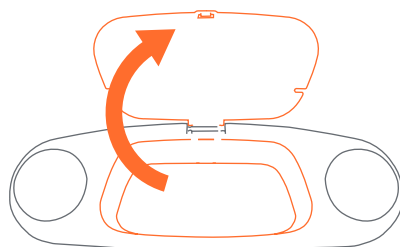

Fig. 10
- 10) • Le plateau parent est livré avec un compartiment de rangement avec un couvercle facile à ouvrir (Fig. 10).